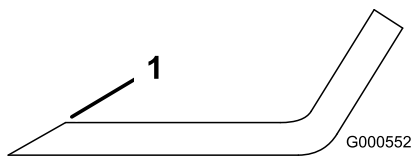

Figura 103
1. Affilare i taglienti da entrambe le estremità della lama con una lima (Figura 103).
**Nota:** Se la lama non è bilanciata, limate del metallo soltanto dalla costa (Figura 103).